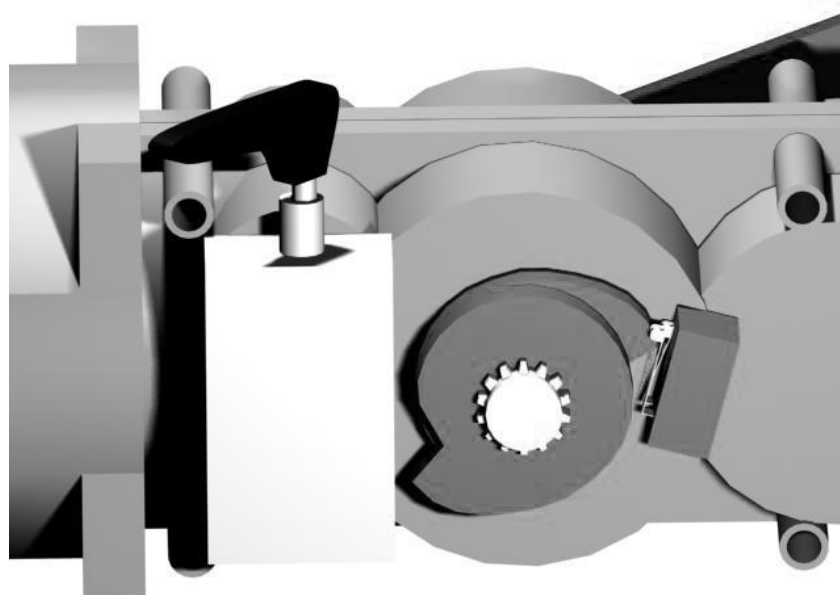

FIG 8
10. Reglați capetele de cursă (A-B) în funcție de modul indicat în manualul casetei de comandă. (Fig.8)